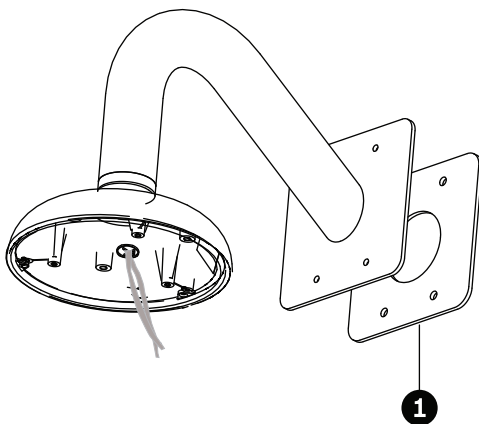

Figura 5.6 Asegure el brazo a la pared con la junta plana
- Asegure la junta del anillo de retención (elemento 2, arriba) a la tapa del domo con los tres (3) tornillos de máquina de cabeza plana Phillips M3 - 0,5 x 6. Asegúrese de que el lado del anillo de retención con los orificios para tornillos de cabeza avellanada queda mirando hacia usted.
7. Pase los cables por el orificio de la superficie, por la junta plana de montaje en pared (elemento 1 *Figura 5.6*) y, a continuación, por el brazo.